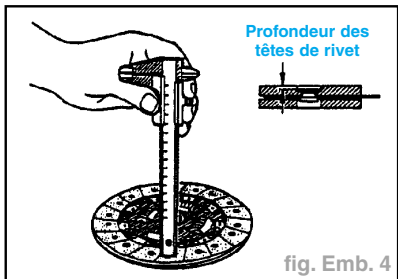

fig. Emb. 4
- Mesurer la profondeur des têtes de rivets et remplacer le disque d'embrayage si la valeur limite est dépassée (fig. Emb. 4). **Valeur limite : 0,3 mm**